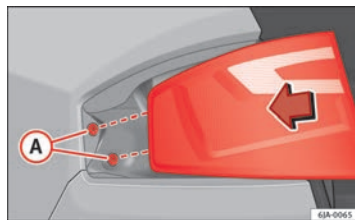

Fig. 160 Montar la unidad trasera
- Presione de la unidad de luz trasera hacia atrás (dirección marcha del vehículo) encajando las fijaciones en los casquillos de goma → fig. 160 A.